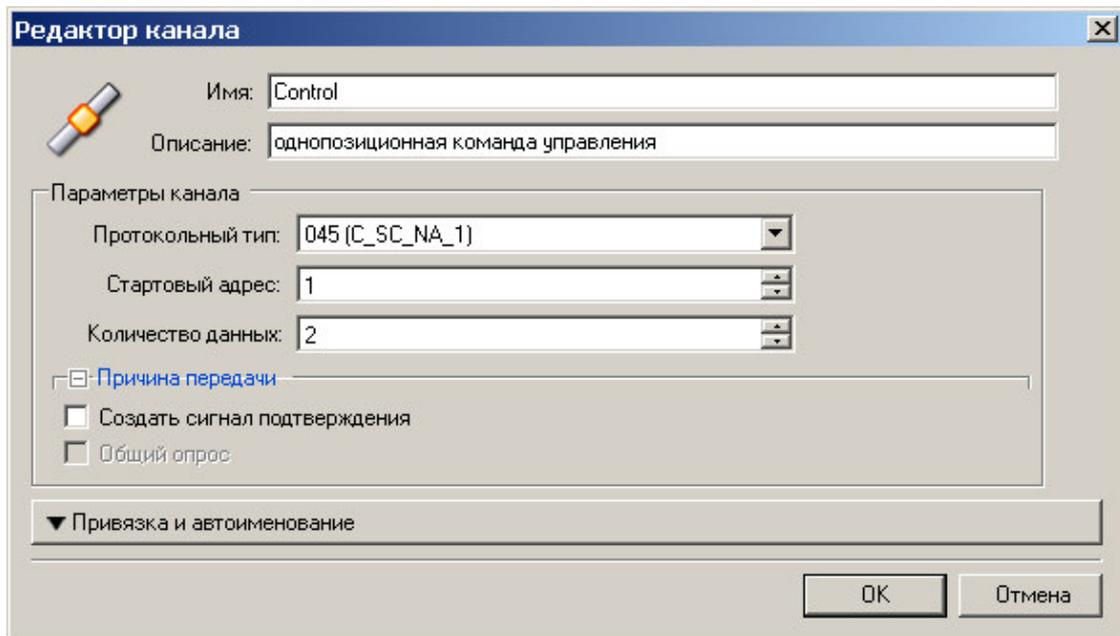

Рисунок 3.19 – Редактор канала. Создание группы сигналов Control
- *Первая группа* – однопозиционная команда управления (рисунок 3.19):